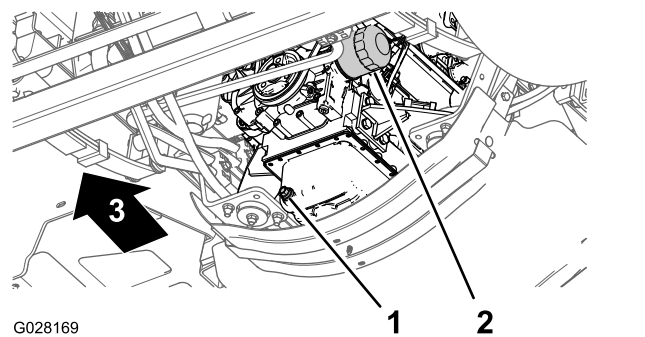

Figura 68
3. Coloque un recipiente de drenaje debajo del filtro de aceite del motor (Figura 68).
4. Retire el filtro de aceite usado (Figura 68).
8. Instale el filtro de aceite en el adaptador de filtro, gire el filtro de aceite en sentido horario hasta que la junta de goma entre en contacto con el adaptador del filtro, y luego apriete el filtro media vuelta más (Figura 68).
1. Coloque un recipiente debajo del tapón de vaciado (Figura 68).
2. Retire el tapón de vaciado (Figura 68) y deje que el aceite se drene completamente.